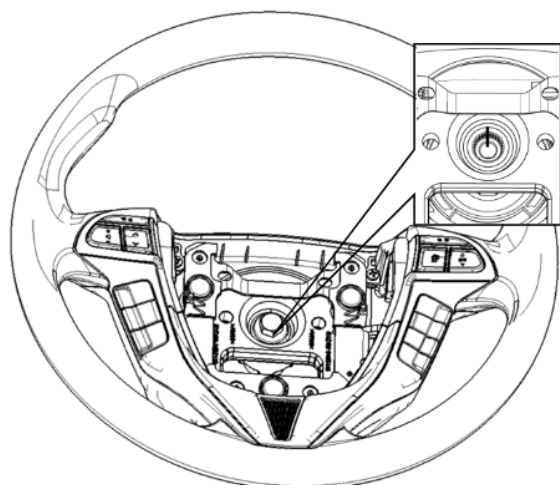

图 4-16
- ② 在转向盘总成和转向管柱及万向节总成上做好配合标记。如图4-16所示。